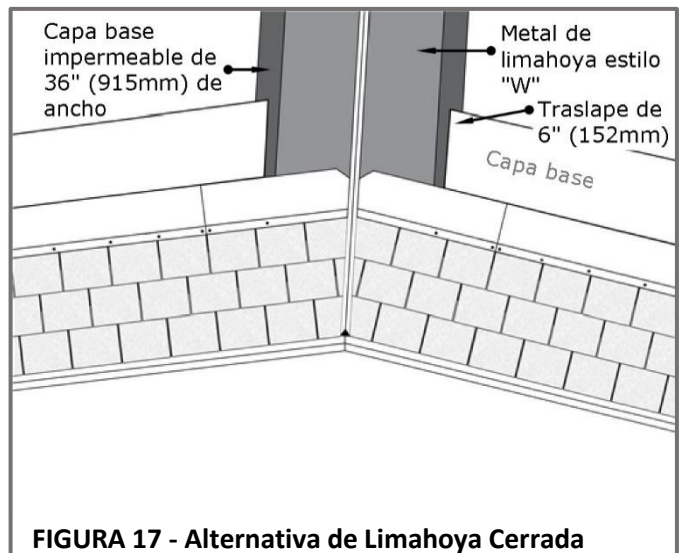

FIGURA 17 - Alternativa de Limahoya Cerrada
- Al recortar las tejas en la limahoya, deje un espacio de **1/16" a 1/8" (1.6 a 3.2mm)** entre el borde cortado y el pliegue en "W". Vea la **Figura 17**.